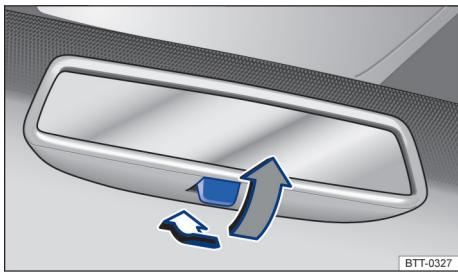

Fig. 93 No para-brisa: espelho retrovisor interno com antiofuscante manual.
- Para evitar o ofuscamento, puxar a alavancinha para trás → Fig. 93.